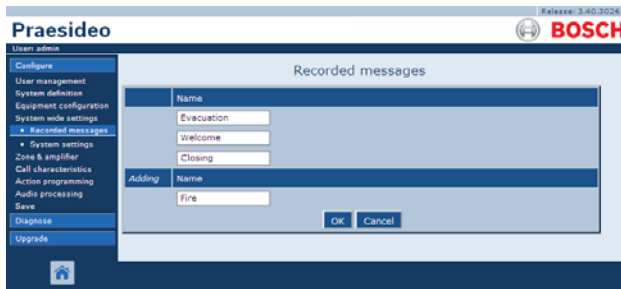

рисунок 45.4: Регистрация сообщения, шаг 3
- Введите в поле *Name* название WAV-файла в комплекте сообщений (в качестве примера см. рисунок 45.4).